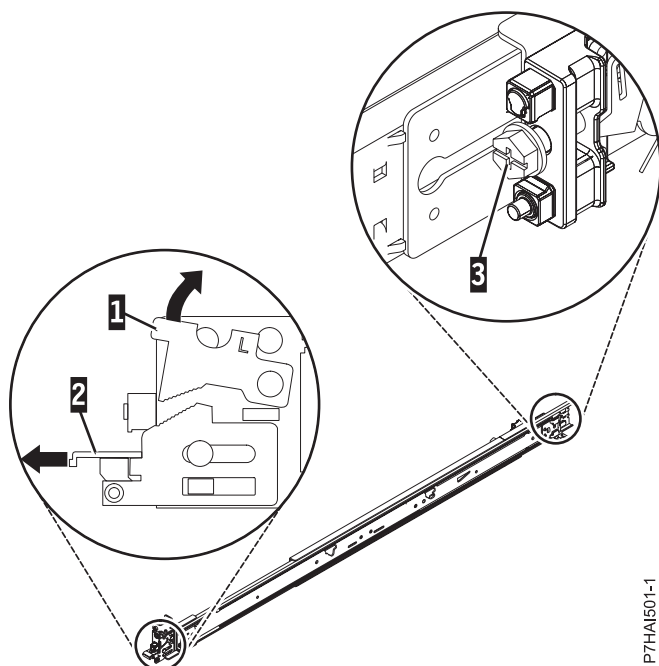

Abbildung 4. Vordere Verriegelung öffnen und hintere Schraube entfernen
1. Jede Schiene ist entweder mit einem R (rechts) oder mit einem L (links) markiert. Wählen Sie die linken Schienen (**L**) aus und drücken Sie die bewegliche Lasche (**1**) nach oben. Ziehen Sie danach die vordere Lasche (**2**) heraus und schieben Sie die vordere Schiene heraus. Wenn die Schiene (**3**) mit einer Rändelschraube befestigt ist, entfernen Sie diese (siehe Abb. 4 auf Seite 7).